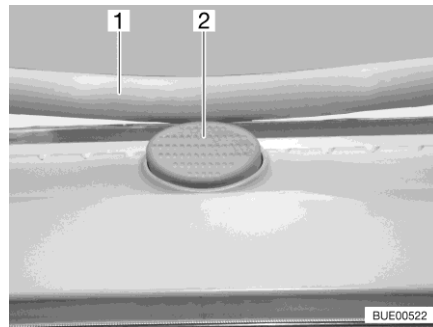

Bild 27 Sicherungsknopf (Heki-Dachhaube)
- Den Sicherungsknopf (Bild 27,2) drücken und den Bügel (Bild 27,1) mit beiden Händen nach unten ziehen.
- Den Bügel mit beiden Händen nach oben drücken, bis der Bügel oberhalb des Sicherungsknopfes (Bild 27,2) liegt.